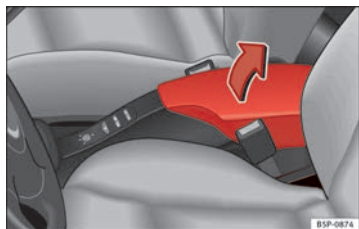

Abb. 95 Armlehne vorne mit einem Ablagefach
- Zum Öffnen des Ablagefaches drücken Sie die Taste der Armlehne in Pfeilrichtung ⇒ Abb. 95 und heben den Deckel nach oben an.